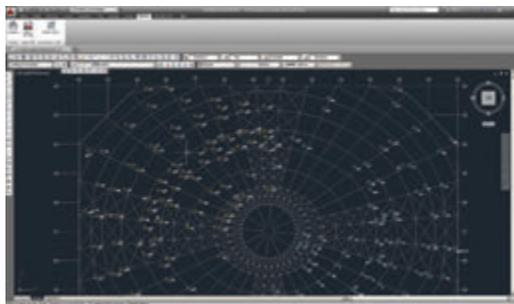

Рис. 7. Array Extractor
- ▶ Array Extractor (AutoCAD) извлекает координаты блоков и точек из слоя в текстовый файл (рис. 7);